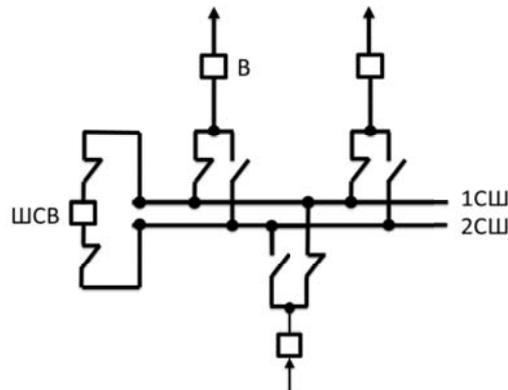

Рис. 1. Схема с одним выключателем на присоединение и с двойной сборной шиной
3. Необходимо осуществить вывод в ремонт выключателя **B** в схемах с одним выключателем на присоединение и с двойной сборной шиной, показанной на рис. 1. Выполните вывод в ремонт. Порядок действий необходимо сопроводить эскизами схемы и пояснениями.
На рис. 1 показан исходный режим – часть присоединений подключена на 1-ю сборную шин (1СШ), другая часть – на 2-ю (2СШ); шинносоединительный выключатель (ШСВ) включен.